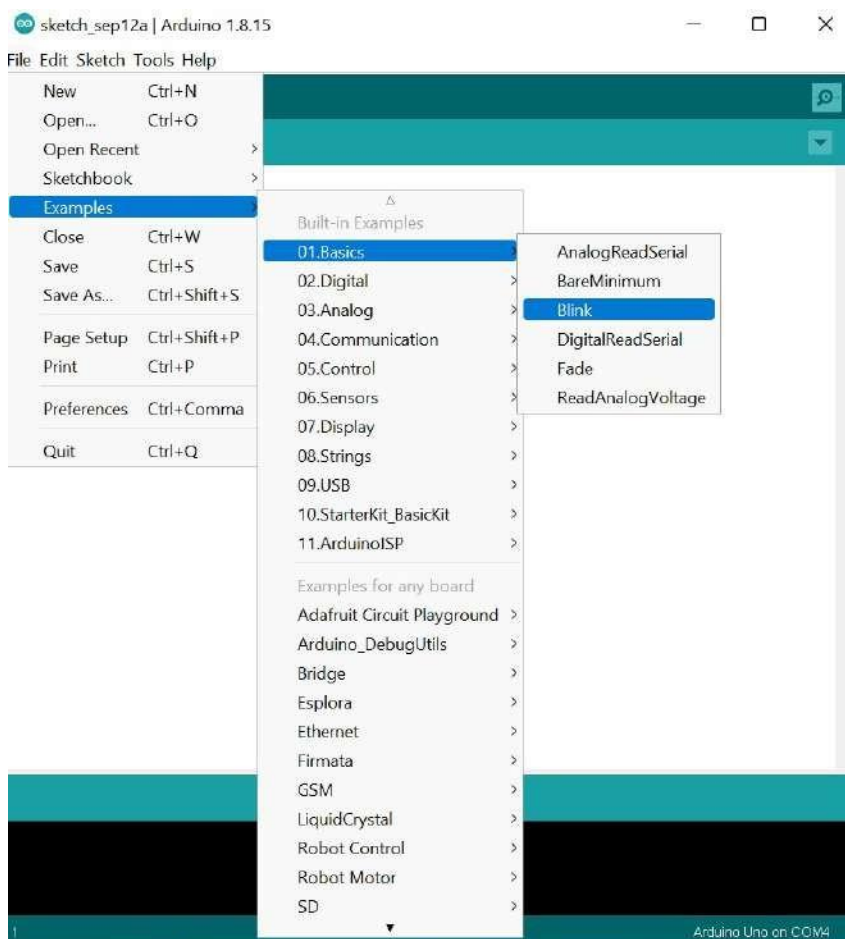

Figura 2.5. Archivo → Ejemplos → 01. Basics → Blink.
2. Para el control del parpadeo de la luz led, desde *Archivo*, diríjase a la sección ejemplos del programa Arduino y cargue el ejemplo *BLINK* (parpadear), como muestra la figura 2.5.